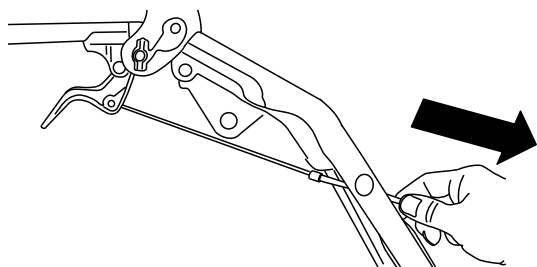

Рисунок 8
1. Зажим троса (2)
4. Аккуратно потяните оболочку троса так, чтобы рычаг муфты свободного хода опустился вниз и провисание троса было устранено, затем надежно затяните гайку зажима троса (Рисунок 8).